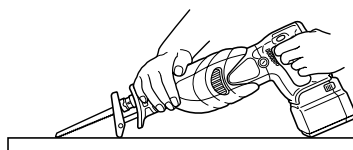
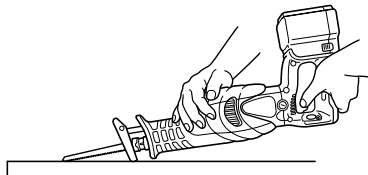

Fig. 23
Fig. 24
Avec cet outil, il est possible d'effectuer des coupes de poche dans des panneaux de contreplaqué et des panneaux de bois mince. La coupe de poche s'effectue en toute facilité avec la lame installée à l'envers, comme indiqué aux Fig. 24, 26 et 28. Utiliser une lame aussi courte et épaisse que possible. Il est recommandé d'utiliser la lame BIMETAL No.132 mentionnée dans la page 51. Procéder avec précaution pour effectuer la coupe de poche et observer les procédures suivantes.
- (1) Appuyez la partie inférieure (ou la partie supérieure) du socle contre le matériau. Tirer sur la gâchette tout en maintenant l'extrémité de la lame éloignée du matériau. (Fig. 23, Fig. 24)